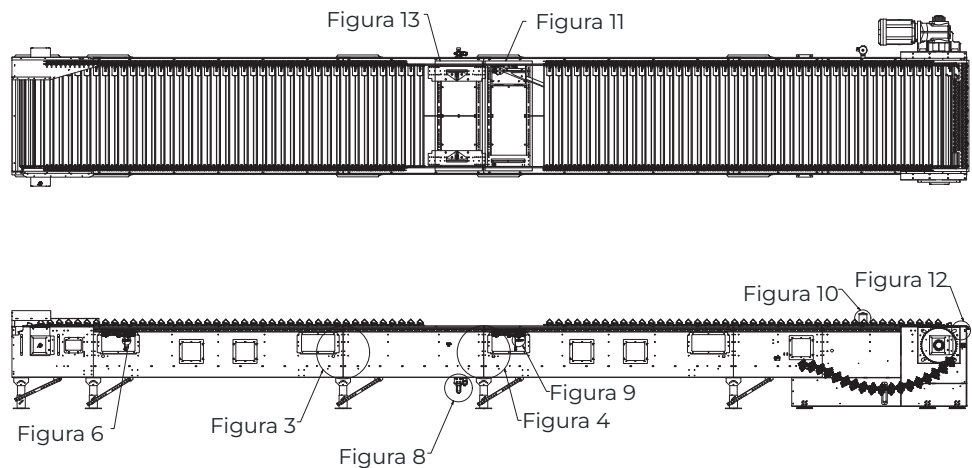

FIGURA 6 INTERRUPTOR FINAL
13. Para clasificadores neumáticos: Conecte la tubería de aire principal al filtro/regulador (Figura 8). Ajuste el regulador a la presión de funcionamiento de 60 PSI (4,1 bar). Instale un presostato de baja presión en el punto más alejado del regulador (Figura 6) y conecte en el otro extremo (Figura 9).